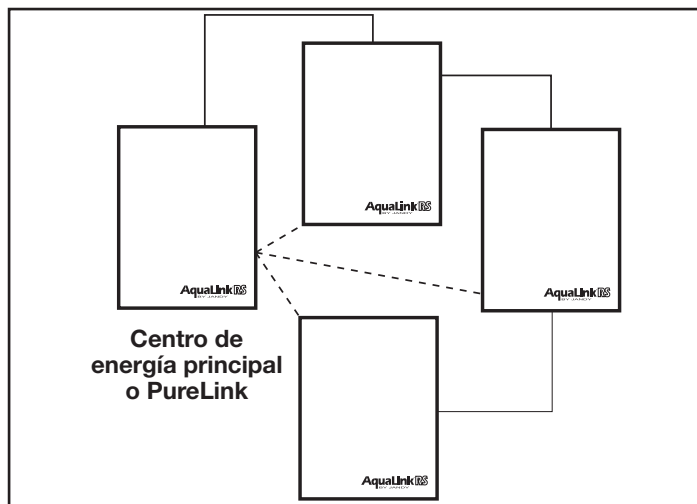

Figura 22. Cableado de múltiples centros de energía
1. Los centros de energía auxiliar pueden cablearse “en serie”, a partir del centros de energía principal (línea continua) o cablearse “en paralelo” desde el centro de energía principal (línea discontinua). Consulte la Figura 22.